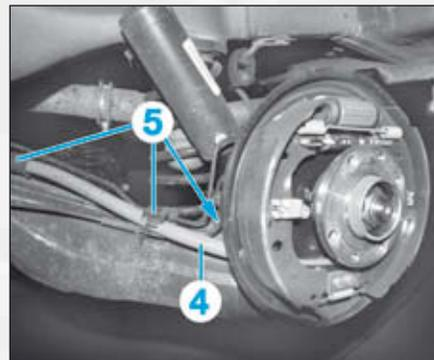

FIG.28
- Dégrafer les câbles (4) de frein de stationnement du train arrière en (5) (Fig.28).